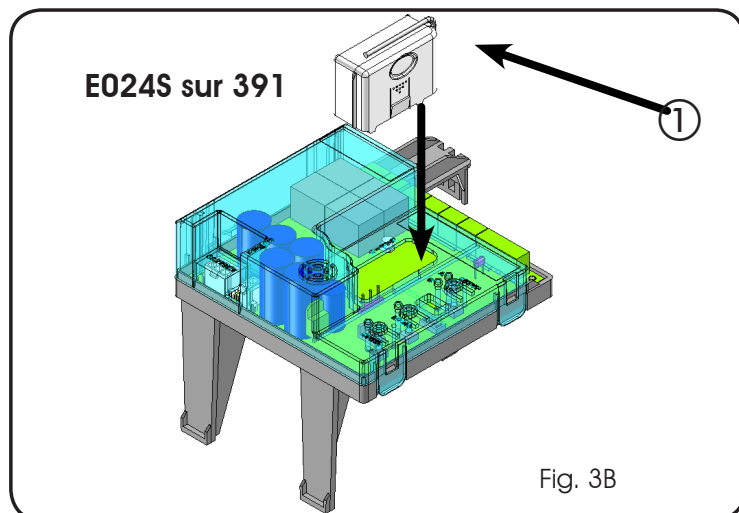
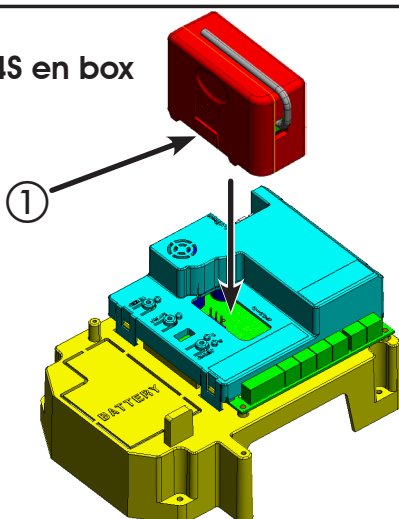

Fig. 3B
Fig. 3A
L'armoire électronique est munie d'un système de décodage (DS, SLH, LC) bicanal intégré appelé OMNIDEC. Ce système permet de mémoriser, par l'intermédiaire d'un module récepteur supplémentaire (Fig. 3A réf. ① et Fig.3B réf. ①) pour E024S pour 391) et de radiocommandes de la même fréquence, tant l'ouverture totale (OPEN A) que l'ouverture partielle (OPEN B) de l'automatisme.